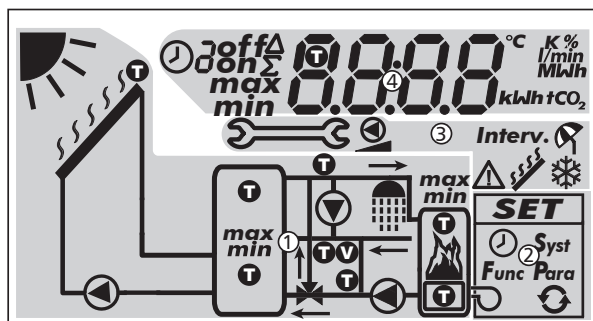

Fig. 8 : aperçu des zones d'affichage (l'ensemble des éléments est représenté)
Le tableau suivant décrit les symboles du graphique du système (① sur la Fig. 8).
Le menu de configuration (② sur la Fig. 8) contient les entrées suivantes :
Le tableau suivant décrit les pictogrammes pour les fonctions (③ sur la Fig. 8).
L'affichage des valeurs d'exploitation et de configuration (④ sur la Fig. 8) se compose des éléments suivants :